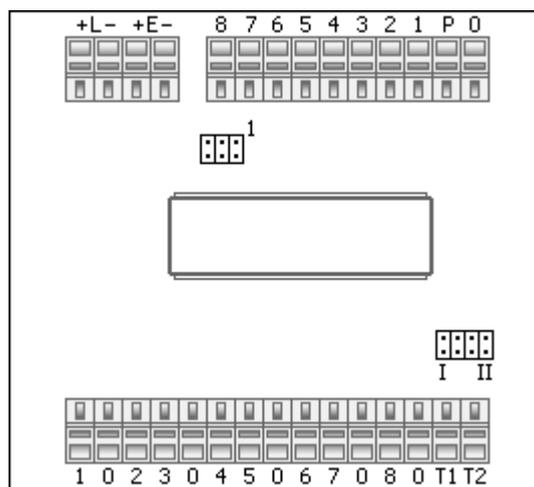

Рис. 3.1.
3.1. Расположение выводов **БУ882 -Офис** представлено на рис.3.1.